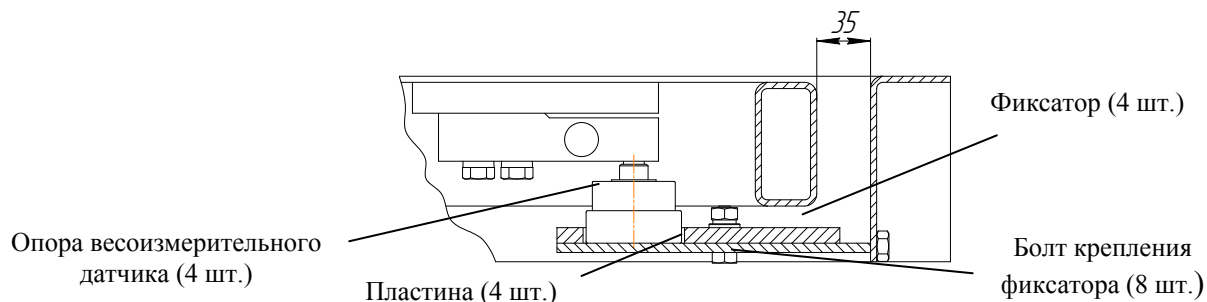

Рис. 2.2
- Обеспечив доступ к крепежу (к гайкам и болтам) фиксаторов рамы, ослабить их. Установить модуль взвешивающий в раму RM4D-P так, чтобы опоры весоизмерительных датчиков попали в фиксаторы. Зазор между модулем и рамой должен составлять 35 ± 3 мм по всему контуру (см. Рис. 2.2).